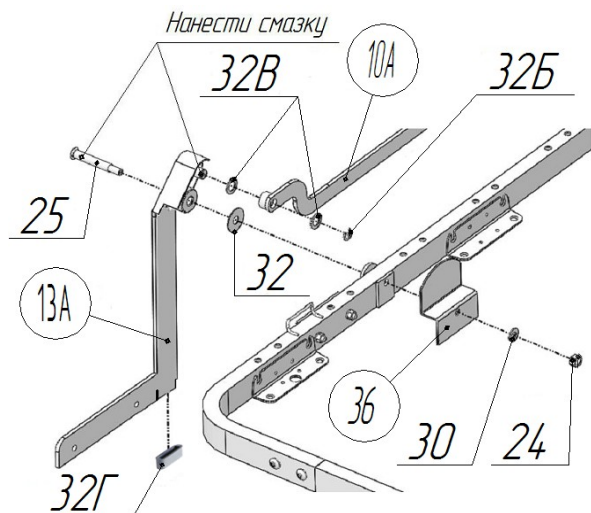

Рис.6.1
6. Присоединить к опорам поз.13, 13А пятки поз.32Г в соответствии с рисунками 6.1 и 6.2. На ось опоры левой поз.13А нанести смазку поз.34, надеть шайбу поз.32В, присоединить тягу левую поз.10А, надеть ещё одну шайбу поз.32В (рис.6.1,6.2). Установить в канавку оси стопорное кольцо поз.32Б до защёлкивания и лёгкого проворачивания. Нанести смазку поз.34 на ось опоры поз.25. Вставить ось опоры поз.25 во втулку опоры левой, надеть на ось шайбу поз.32, вставить ось с надетой опорой в отверстие в раме кровати (рис.6.1,6.2). Надеть в соответствии с рисунками 6.1,6.2 на ось поз.25 щиток поз.36. Установить шайбу поз.30, навинтить и затянуть до упора гайку М8 со стопорным кольцом поз.24 (рис.6.1,6.2).